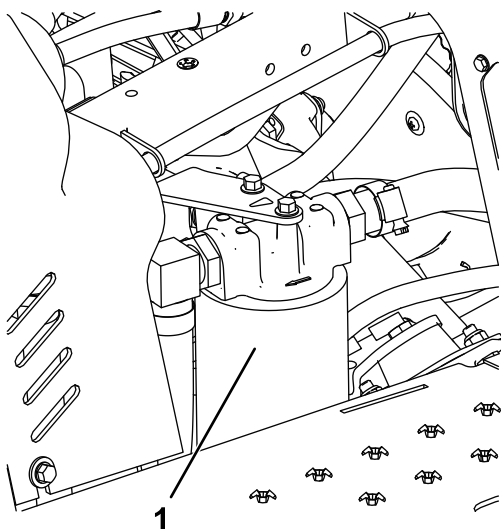

Figura 42
4. Aezai o tavă de golire sub filtrul hidraulic, care se află în partea stângă a mainii (Figura 42).
7. Montați filtrul hidraulic nou (Figura 42) înurubându-l manual până când garnitura intră în contact cu capul filtrului, apoi strângeți filtrul cu încă  $\frac{3}{4}$  de tură.